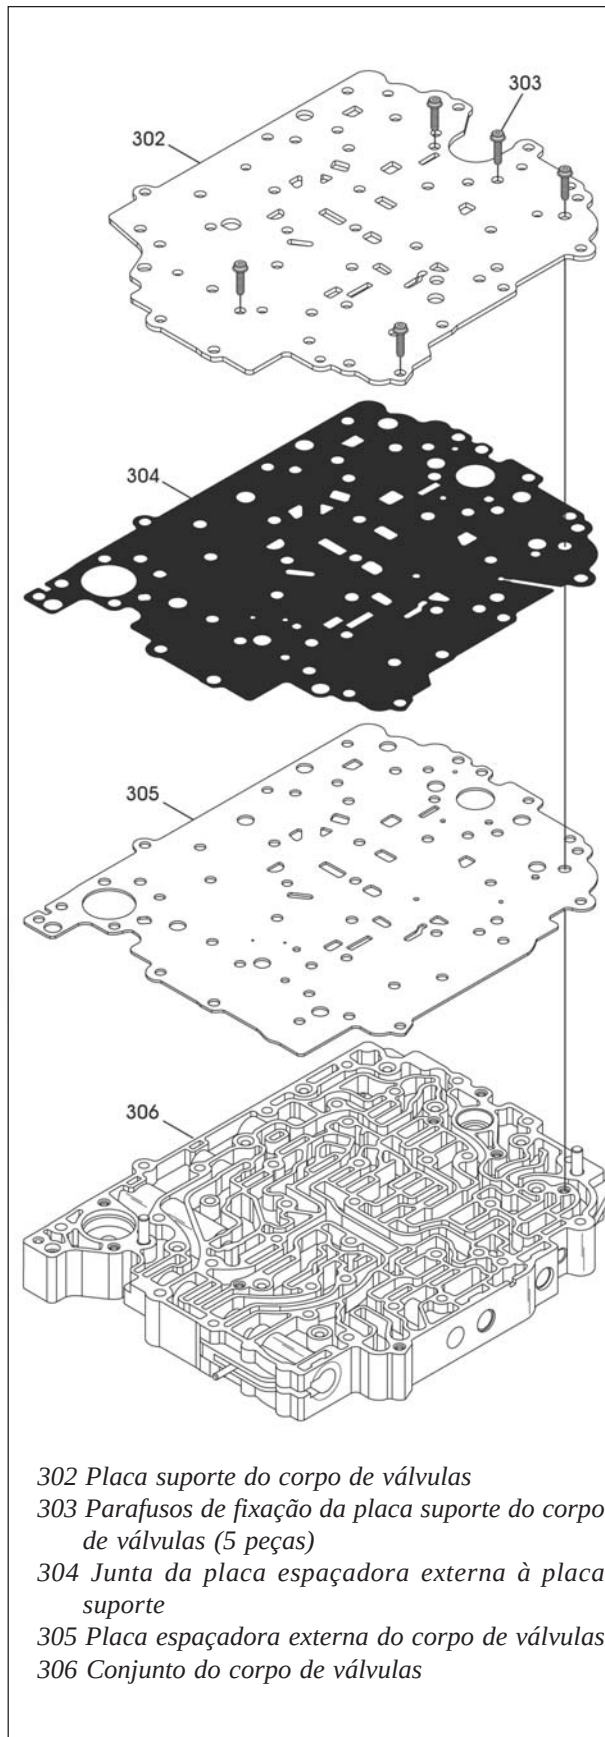

Figura 218
25. Posicione o corpo de válvulas finalizado em uma superfície plana, conforme mostra a figura 218.
26. Instale a placa espaçadora externa do corpo de válvulas sobre os pinos de alinhamento e no corpo de válvulas, conforme mostra a figura 218.
27. Instale uma nova junta da placa suporte à placa espaçadora externa sobre os pinos de alinhamento e na placa espaçadora, conforme mostra a mesma figura 218.
28. Instale a placa suporte do corpo de válvulas sobre os pinos de alinhamento e na junta da placa espaçadora externa, conforme mostra a figura 218.
29. Instale os 5 parafusos de fixação da placa suporte nas posições mostradas na figura 218.